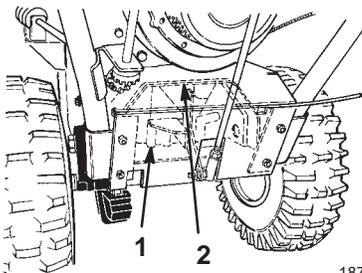

Bild 35
9. Lösen Sie die vier Bundbolzen (zwei auf jeder Seite), mit der der Getrieberahmen am Motorrahmen befestigt ist (Bild 35 und 36).